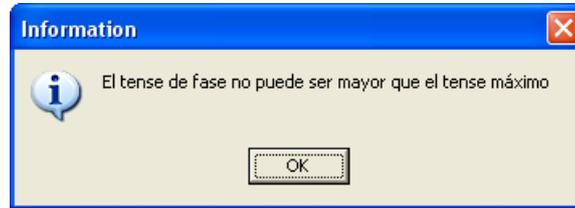

Figura 11.30.
- Figura 11.30: No necesita comentario.